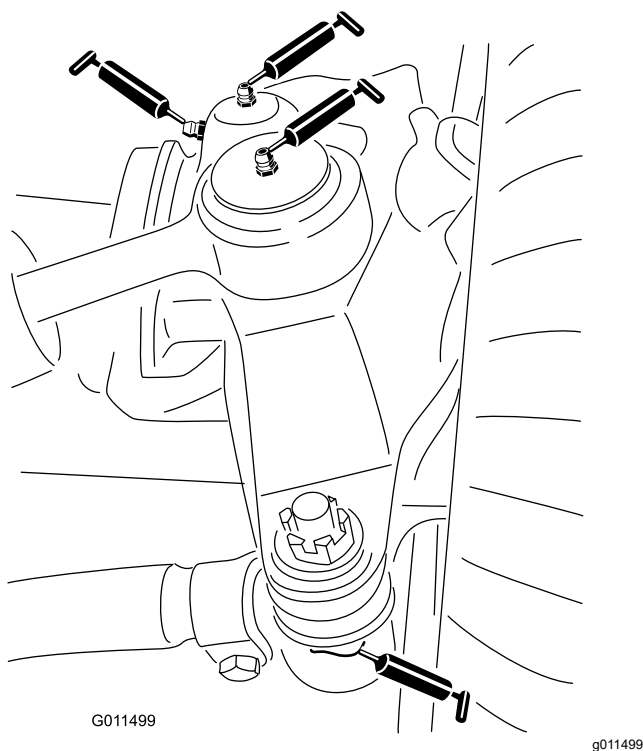

Figura 40
- 2 giunti a sfera del cilindro di sterzata (Figura 40)
- 2 giunti a sfera del tirante (Figura 40)
- 2 boccole del perno del fuso a snodo (Figura 40).